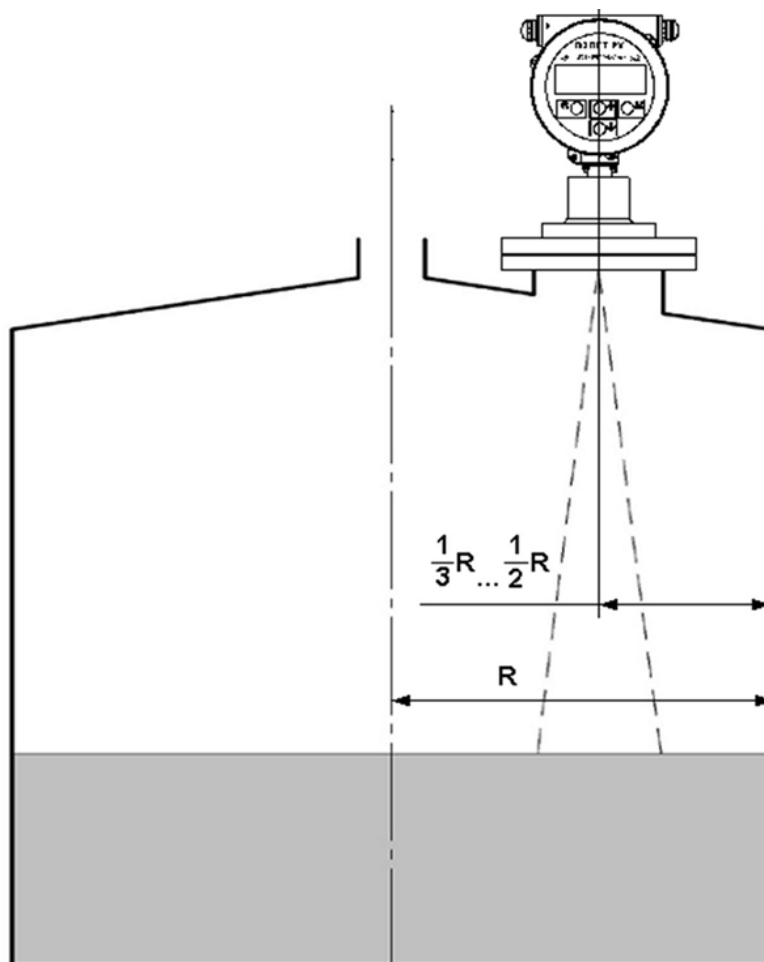

Рис.6. Допустимое расстояние от стенки емкости до оси датчика.
- расстояние от стенки емкости до центральной оси датчика уровня выбирать в пределах $1/3 \dots 1/2$ радиуса резервуара R (рис.6);